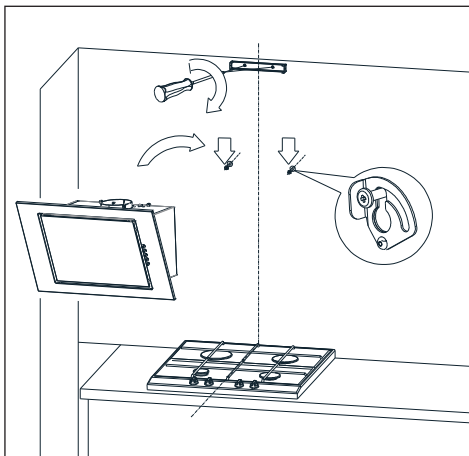

Fig. 6 Suspendarea hotei
3. Înșurubați elementul de fixare al corpului hornului, suspendați hota cu ajutorul șuruburilor nestrânse (Fig. 6).